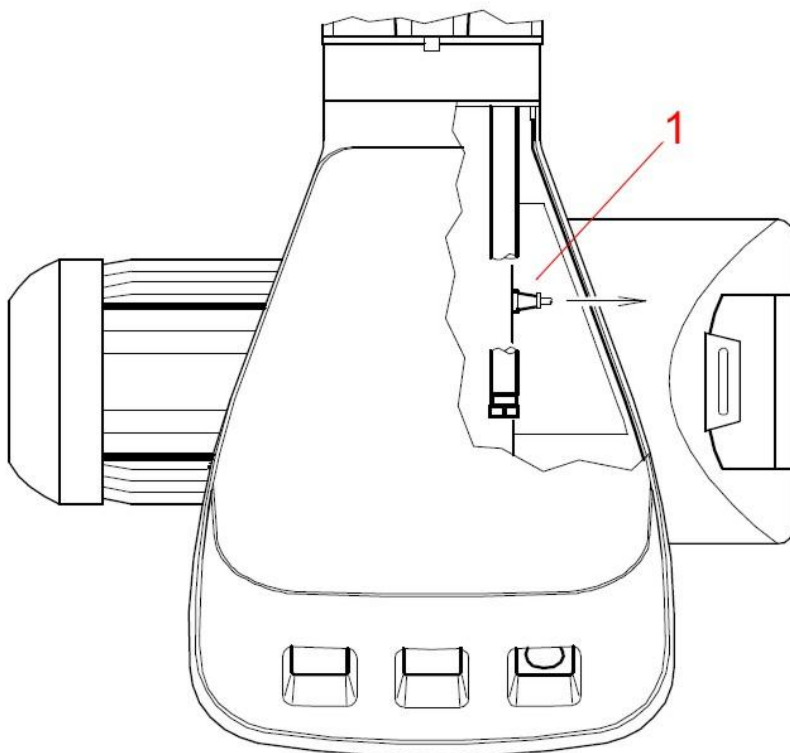

Fig. 19 Fotocell utbyta
Rengör fotocellens "öga" för damm som kan ha ackumulerats. Fotocellen (pos. 1, Fig. 19) hålls i läge genom en tryckpassning och kan därför tas bort genom att dra den utåt med kraft.